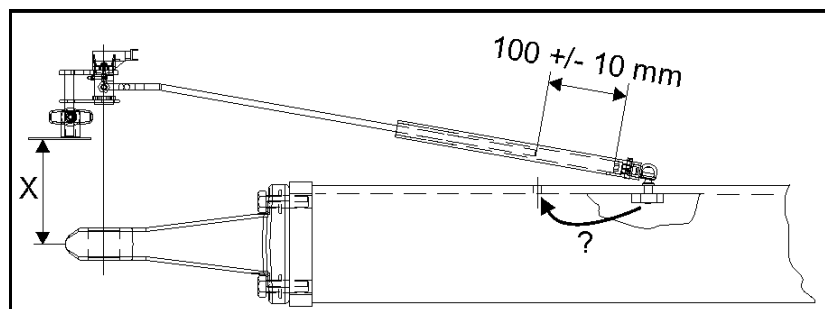

Bild 118
5. Skjut in eller dra ut hjulaxeln till önskat läge. Mät avståndet från "x" ytterkant ram (Bild 118/1) till centrum på hjulet.